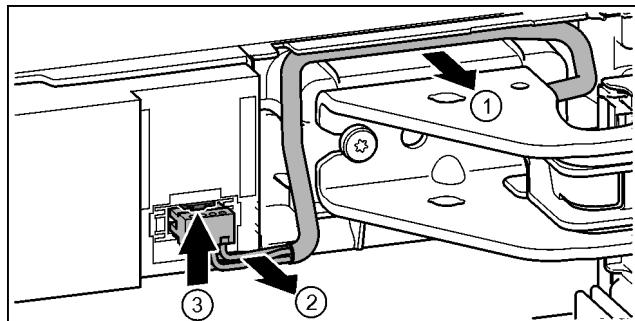

Fig. 18
- ▶ Suelte cuidadosamente el cable de la guía por el soporte de cojinete. Fig. 18 (1)
- ▶ Retire cuidadosamente los hilos de cable del canal. Fig. 18 (2)
- ▶ Presione la lengüeta hacia arriba y extraiga cuidadosamente el conector. Fig. 18 (3)